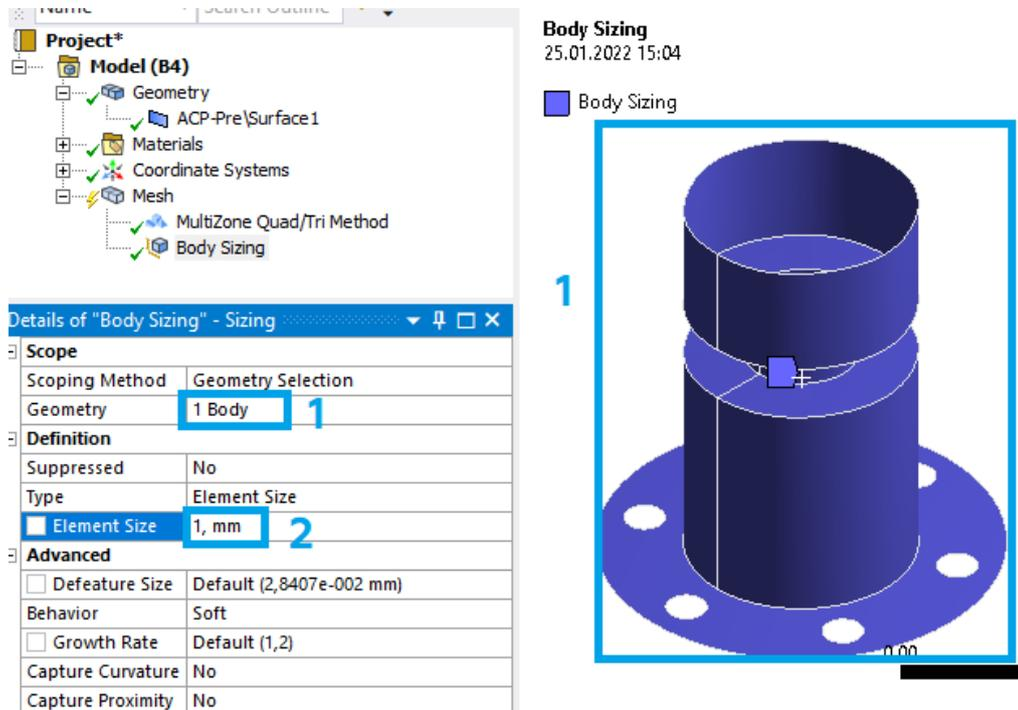

Рис. 16. Задание настроек сетки
– жмем ПКМ на *Mesh* – *Insert* – *Sizing*, выделяем всю геометрию (1) и задаем величину ячеек 1 мм (2) (рис. 16).